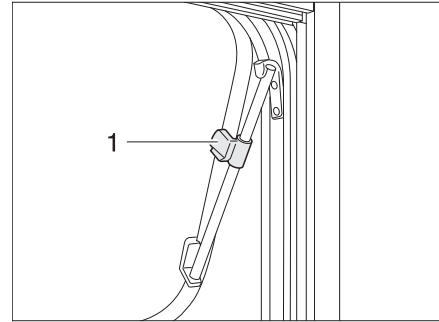

Bild 39 Överkantshängt fönster med drivspärrar, öppet
- Öppna det överkantshängda fönstret till önskad ställning och fäst med ratten (Bild 39,1).
- Vrid på ratten (Bild 39,1) tills spärren lossas.